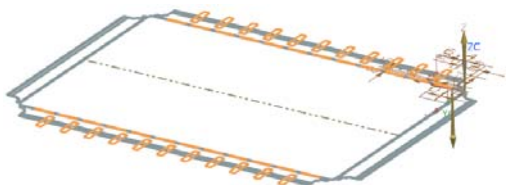

图 2-62 预览所创建的法向除料特征
(5) 视图区预览所创建的法向除料特征，如图 2-62 所示。